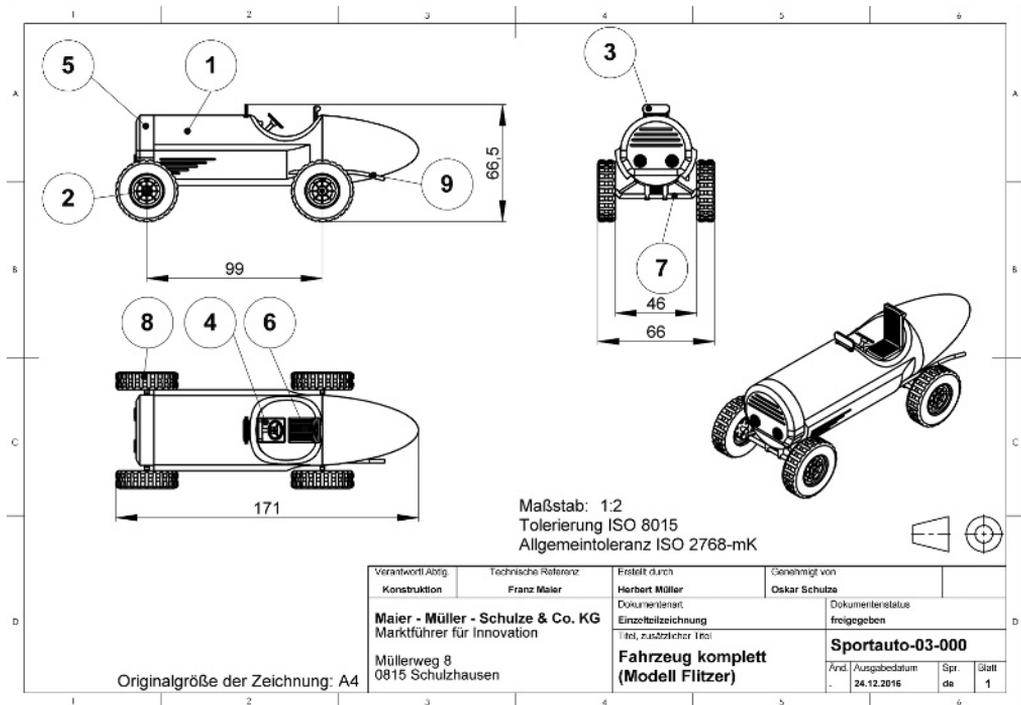

Abbildung 1.7: Gesamtzeichnung »Fahrzeug komplett« ohne Stückliste
- ✓ **Die Gesamtzeichnung**, auch Hauptzeichnung genannt, kann grundsätzlich denselben Aufbau wie die vorher beschriebenen Baugruppen- oder Einzelteilzeichnung haben. Der wesentliche Unterschied besteht darin, dass hier das Enderzeugnis beziehungsweise der verkaufsfähige Artikel dargestellt wird. Auch hier kann die Stückliste entweder aufgeführt sein oder als getrenntes Dokument vorliegen. Die Gesamtzeichnung des »Flitzers« finden Sie in Abbildung 1.7, wobei die Stückliste in diesem Fall nicht aufgeführt ist.